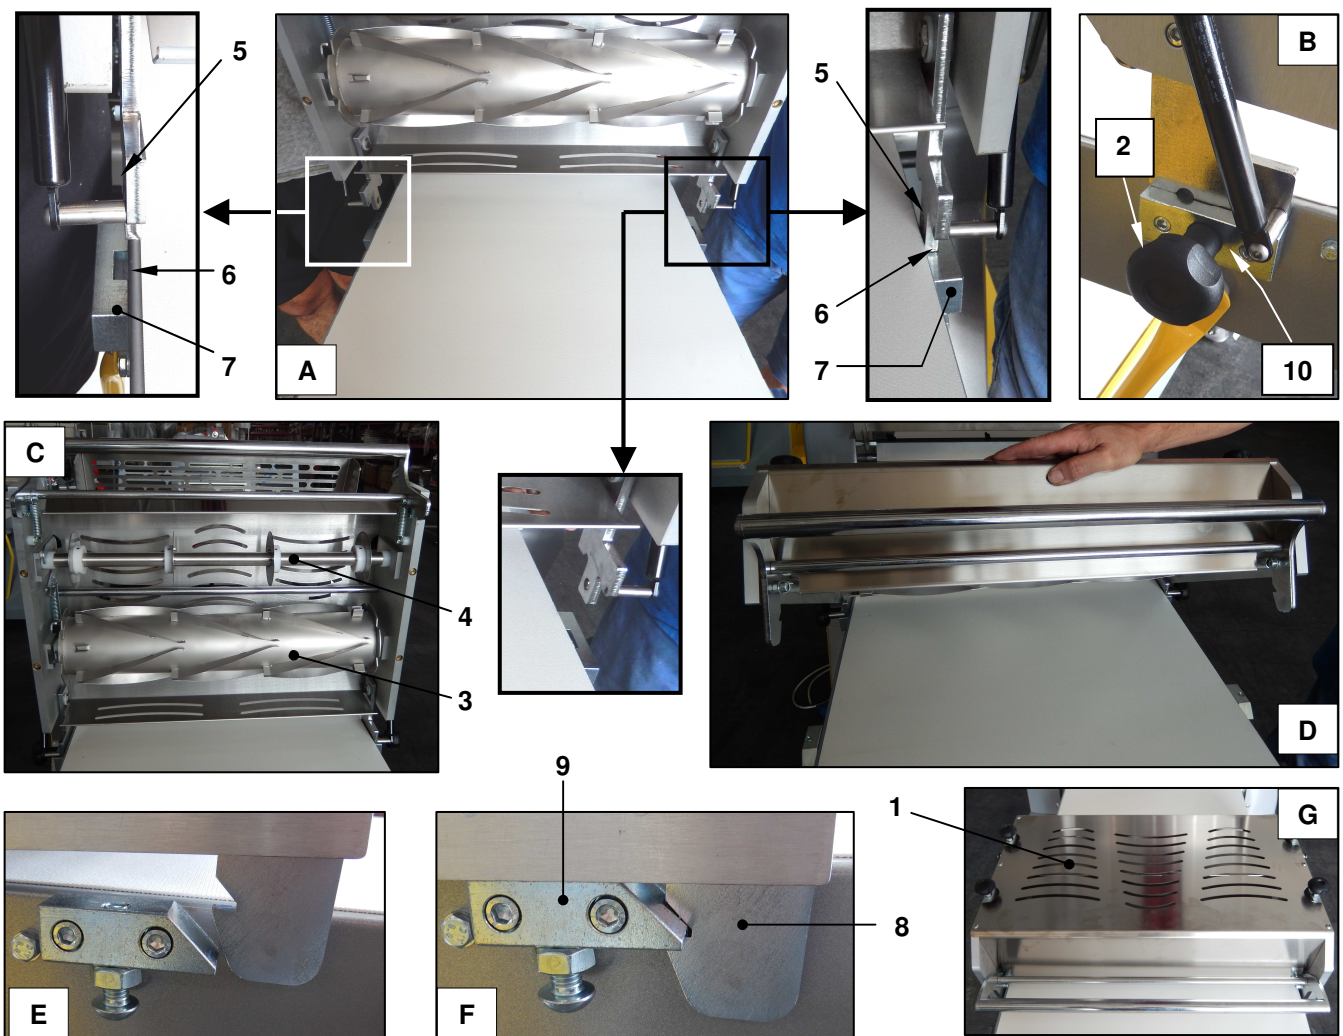

Рис. 22 - Установка узла резки
Столы подготовленные для установки узла резки (1) оснащаются по бокам следующими приспособлениями (фото А-В, Рис. 22):
- блоками (7) с резьбовыми рукоятками (2) в которые вставляются боковины узла резки.
- упорными блоками (9) для прижима ножей к столу.
Порядок установки узла резки (1) (Рис. 22) следующий:
- открутите и удалите винты с рукоятками (2)
- несмотря на то, что узел не очень тяжёлый (макс. 23 кг), **следующие операции лучше выполнять вдвоём** для уменьшения риска травмирования. Для уменьшения массы перемещаемых грузов снимите режущие валки (3) и (4) (масса уменьшится примерно до 15 кг). Это может быть очень полезно при отсутствии помощника. Поднимите узел (1) и положите его поперёк над столом, как показано на фото А-С, затем вставьте боковины (5) в гнёзда (6) блоков (7) по сторонам стола и посадите узел резки до упора (фото С).
- теперь прикрутите снизу, но не прилагая большого усилия, винты с рукоятками (2) в отверстия боковин (5) (фото В) после их вставки в проходные отверстия (1) блоков (7).
- при установке валков помните, что фигурный режущий валок (3) должен располагаться с той стороны, с которой приходит пласт, или, стандартно, со стороны раскаточных валков (порядок установки и снятия режущих валков см. в пар. 3.10.4).
- поддерживая рукой опустите узел на стол (фото D). В случае останова при опускании (фото E) прижмите с узел небольшим усилием вниз до упора, указывающего на то, что крюк (8) вошёл в зацепление с блоком (9) (фото F) и узел заблокирован на столе, как показано на фото G (убедитесь в том, что узел вошёл в зацепление с обеих сторон).